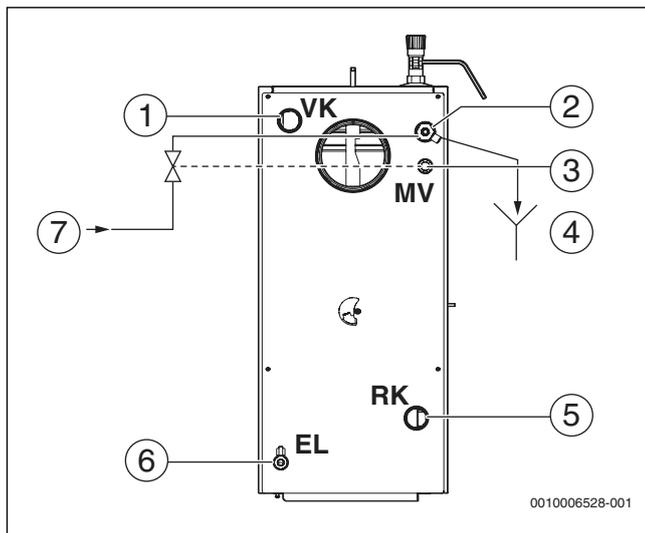

Рис. 17 Подключение предохранительного теплообменника
Котёл не оборудован предохранительным теплообменником (охлаждающим контуром). Предохранительный теплообменник является дополнительным оборудованием. Правильное подключение показано на рис. 17.
Подающая и обратная линии предохранительного теплообменника выбираются свободно. Охлаждающая вода должна отводиться через слив (→ рис. 17, [5]).
- ▶ Смонтируйте погружную гильзу (из комплекта термической защиты) для датчика термической защиты (→ рис. 17, [3]).